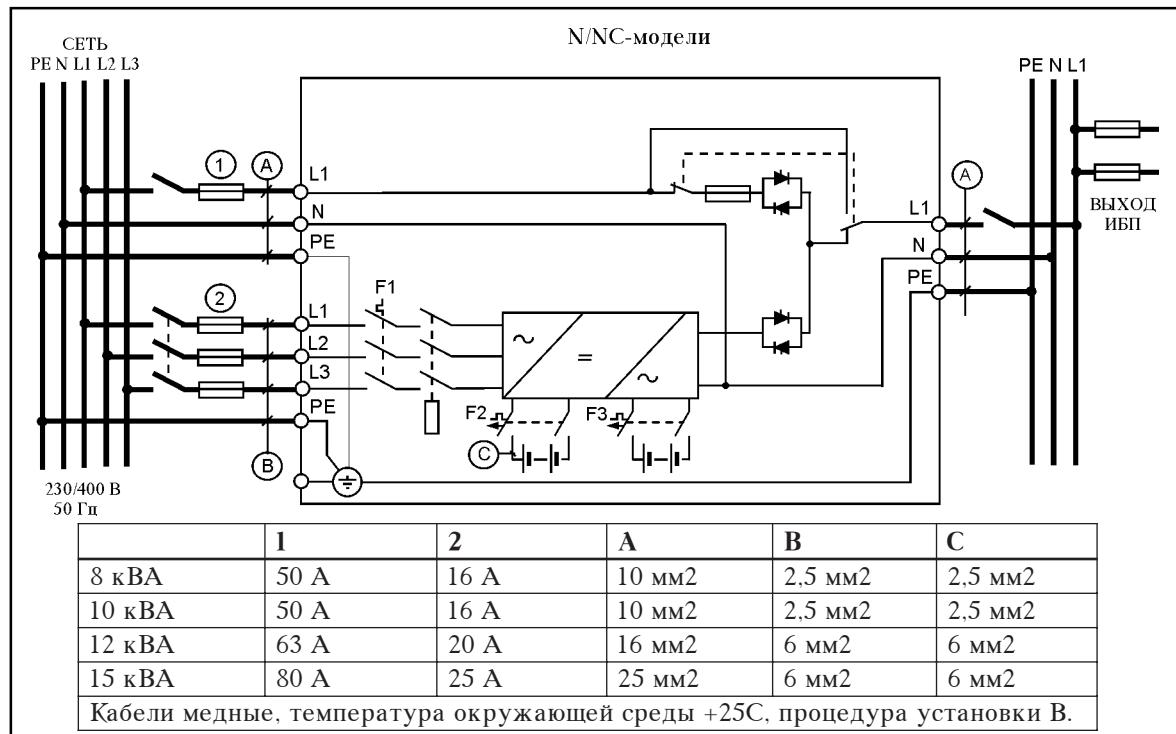
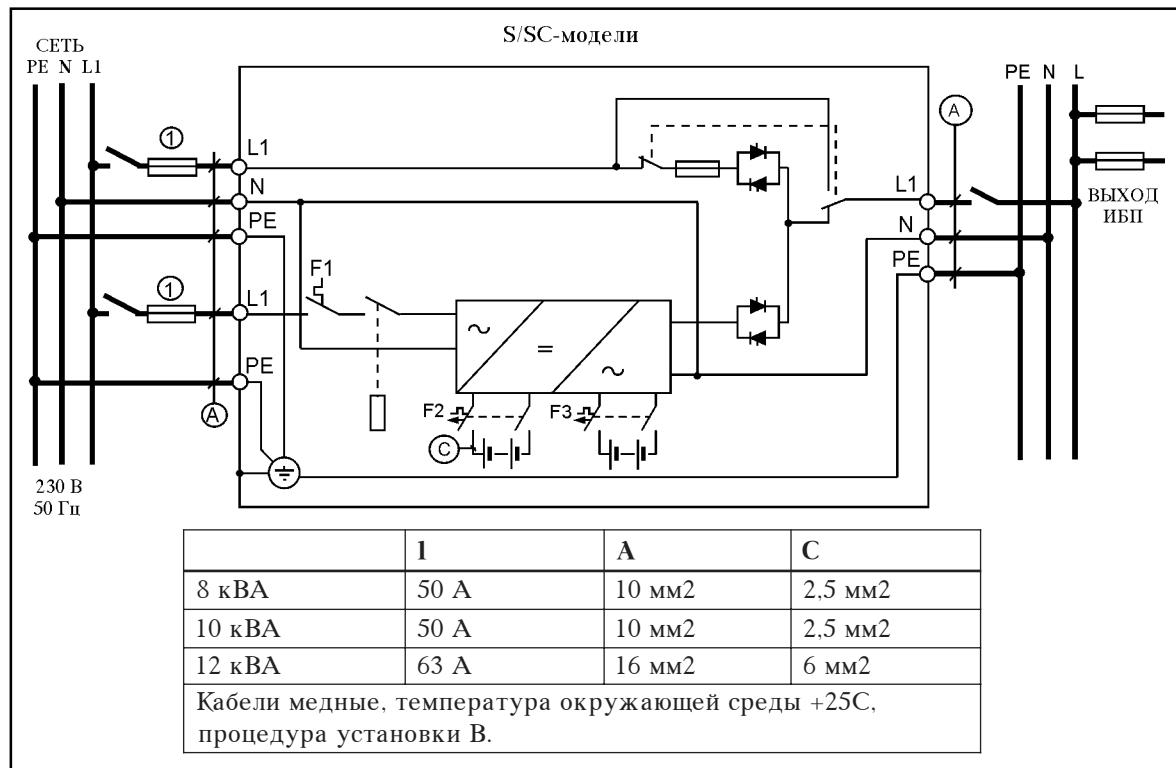
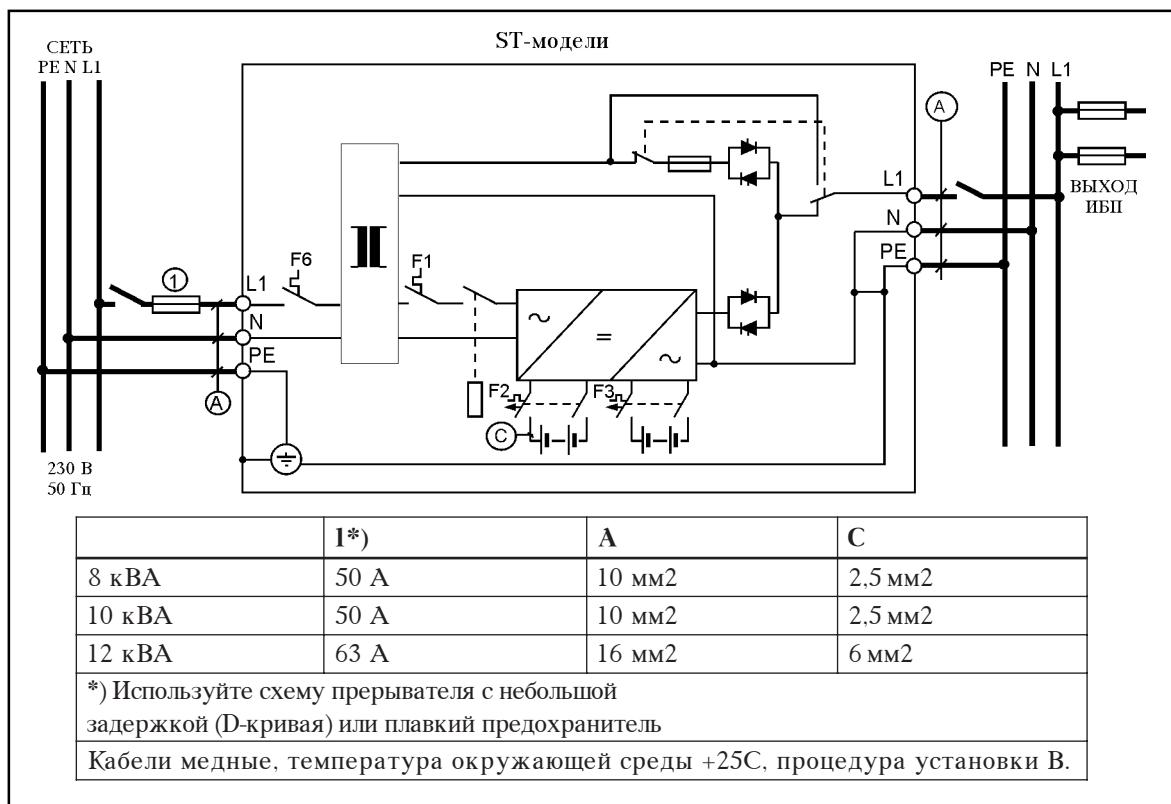

Рис.5. Схема подключения - N/NC-модель (3-х фазный вход на выпрямитель)
Рис.6. Схема подключения - S/SC-модель (1-фазный вход выпрямителя)
Рис.8. Схема подключения - ST-модель
1. Проверьте, что электропроводка на месте подключения ИБП выполнена в соответствии с общими требованиями. Также проверьте соответствие плавких предохранителей и сечения проводов, указанных на рис.5 (для N/NC-моделей), рис.6 (для S/SC-моделей), рис.7 (для D/NT-моделей) или рис.8 (для ST-моделей). Используйте разрядный прерыватель или медленный плавкий предохранитель при подключении NT- и ST- моделей.
5. ИБП подключается в соответствии с рис.5 (N/NC-модель) рис.6 (S/SC-модель), рис.7а (NT-модель), рис.7б (D-модель) или рис.8 (ST-модель).